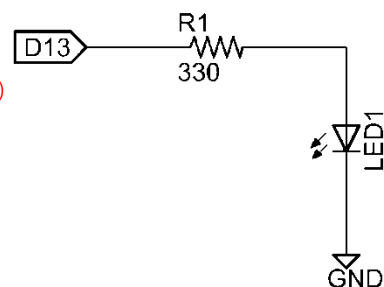

図 2.60 LED の発光回路
(1) PC から USB ケーブルを抜く。
(2) 図 2.60 の回路を組む。 (Arduino と PC を接続してはならない)
(3) Arduino UNO ボードとパソコンを USB ケーブルで接続する。
(4) arduino を起動する。
(5) Arduino UNO ボードの選択、シリアルポートの設定をする。
- (1) PC から USB ケーブルを抜く。
- (2) 図 2.60 の回路を組む（演習 2.4.2 参照）。(Arduino と PC を接続してはならない)
- (3) Arduino UNO ボードとパソコンを USB ケーブルで接続する。
- (4) arduino を起動する。
- (5) Arduino UNO ボードの選択，シリアルポートの設定をする。